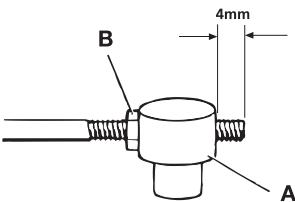

Fig. 8
- Gänga nippeln på kabeländen tills 4 mm av gängan sticker ut. Säkra nippeln genom att dra åt muttern (B fig. 8).